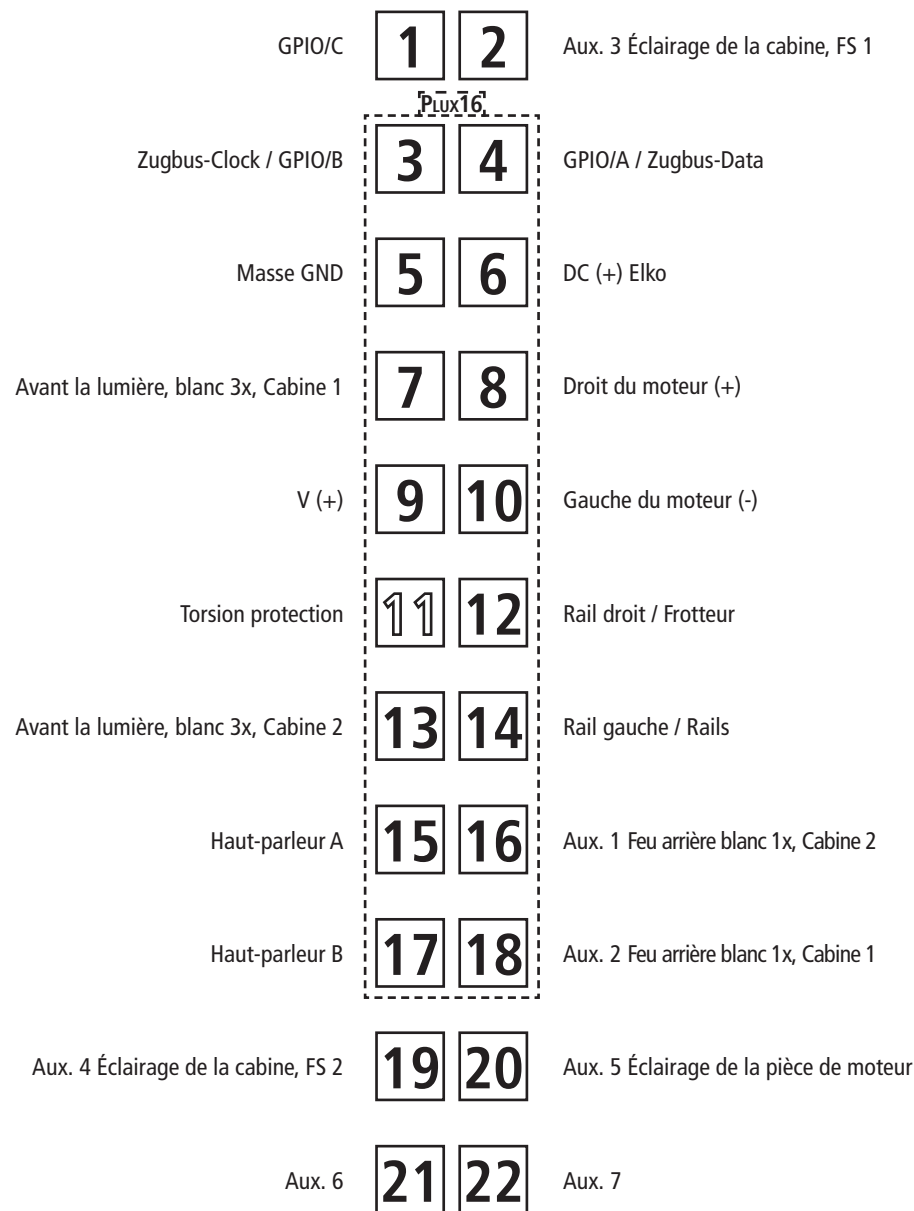
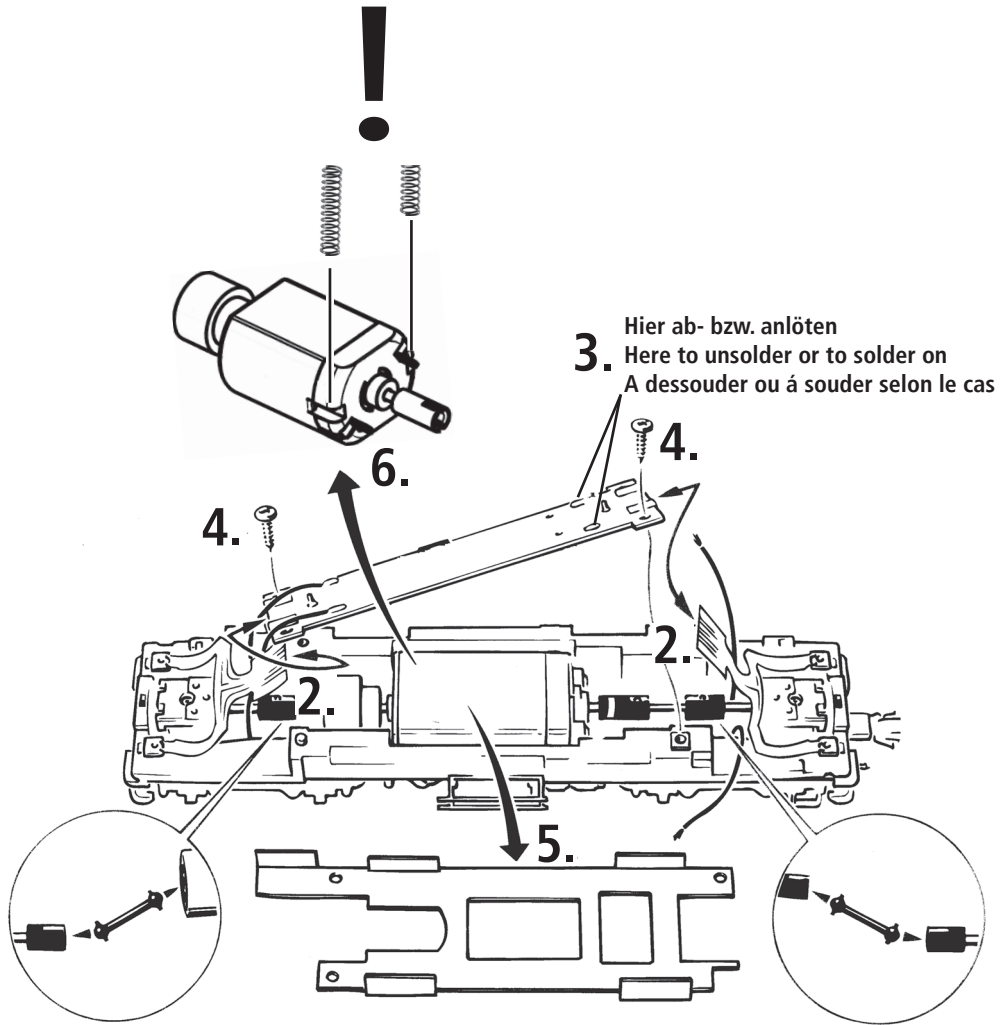
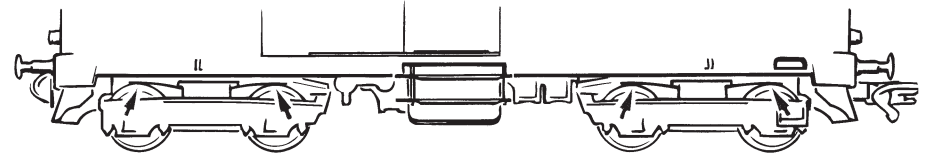

Fig. 6
Fig. 7
Fig. 5
2. Schmierung: Versehen Sie die im Schmierplan in Fig. 7 gekennzeichneten Stellen mit nur **kleinen Öltropfen**. Dazu zuerst das Lokgehäuse abnehmen (Fig. 5). Wir empfehlen den **ROCO Öler Art.-Nr. 10906**. Fürs Schmieren der Getriebeteile (Zahnräder, Schnecke) empfehlen wir das **ROCO-Spezialfett Art.-Nr. 10905**. Im Falle der Schmierung diese Teile **nicht ölen**.
4. Motorwechsel: Lokgehäuse abnehmen (Fig. 5). Danach wird der Motor ausgebaut und ausgetauscht (Fig. 6).
2. Lubrication: Apply **tiny oil drops** to spots marked in fig. 7. Prior to lubrication dismantle locomotive (fig. 5). We recommend using item no. **10906, Roco oiler**. For lubrication the gearparts (e.g. cogwheels, worm) we would recommend our Roco **special grease** (item no. **10905**).
4. Motor Changing: First remove loco body (fig. 5), and then the motor (fig. 6).
1. Nettoyage des lames de courant aux roues: Les lames de contacts risquent de s'encrasser rapidement sur des voies poussiéreuses. Veuillez **enlever la poussière** aux endroits marqués à la fig. 6 à l'aide d'un petit pinceau souple.
2. Graissage: N'appliquez **qu'une toute petite goutte** aux endroits indiqués par le plan de graissage (fig. 7) après avoir démonté la caisse de la locomotive (fig. 5). Nous vous recommandons **le graisseur à huile Roco réf. 10906**. Pour graisser les engrenages (roues dentées, vis sans fin) nous vous conseillons la **graisse spéciale Roco réf. 10905** pour engrenages en matières synthétiques. Lorsque vous utilisez cette graisse il faut éviter d'huiler ces composants.
4. Remplacement du moteur: Démontez la caisse (voir fig. 5). Démontez ensuite le moteur (fig. 6).
voir } Fig.5